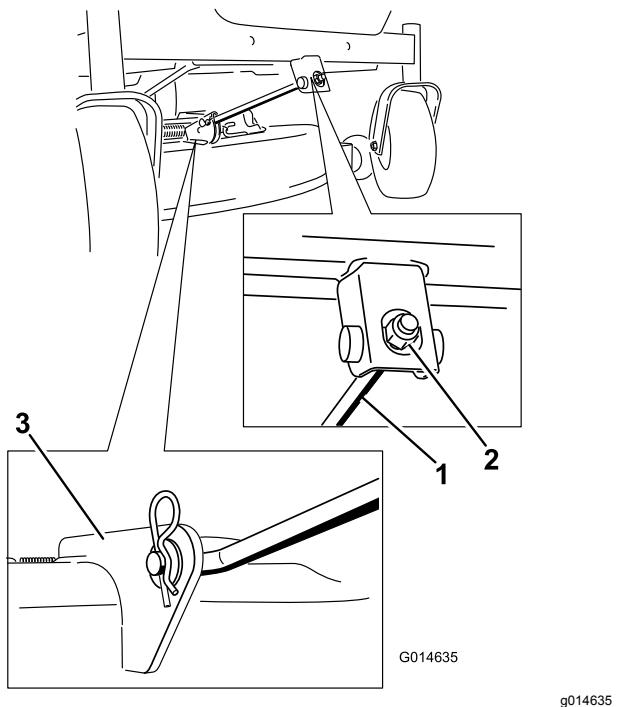

Figura 58
- Retire la chaveta de la varilla de soporte delantera y retire la varilla del soporte de la carcasa (Figura 58).
- Conecte la varilla de soporte delantera a la carcasa de corte con el pasador y la chaveta (Figura 58).